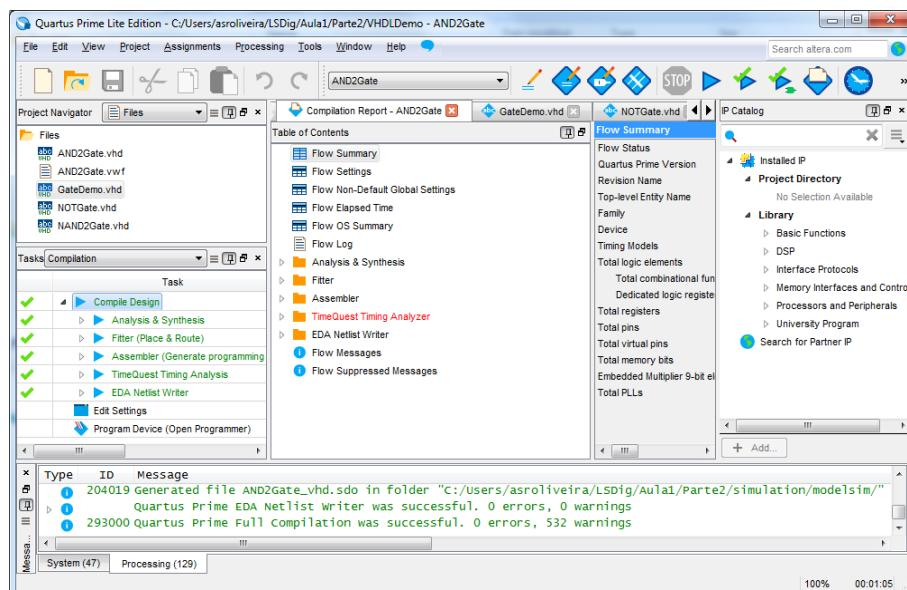

Figura 50 – “Altera Quartus Prime” IDE após compilação completa do projeto.
22. Efetue a síntese e implementação do sistema através do comando “*Compile Design*”. No final da compilação o IDE deve apresentar o aspeto da Figura 50.